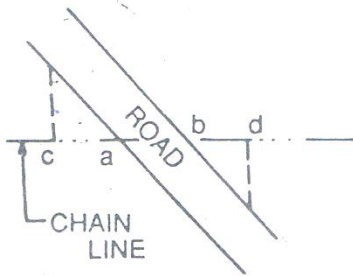

Fig. 2.12
- کله چې سرک د شرید خط په مايل ډول باندې قطع کړي د تقاطع د نقاطو فاصلې بیا د اشت کېږي a.b او کم تر کمه یو افست یې په دواړه طرفونو د تقاطع د نقاطو کې اخستل کېږي او نور افستونه د سرک د نوعیت پورې اړه لري او دلته عمودي افستونه c,d اخستل کېږي. fig 2.12 شکل مطابق